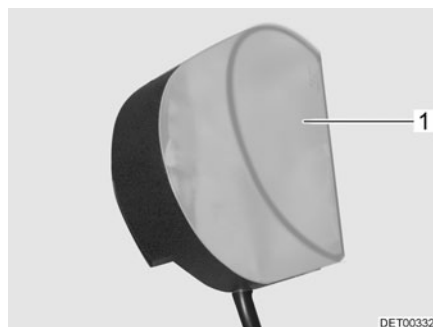

Fig. 237 Eclairage de la penderie
- Enfoncer légèrement le couvercle de la lampe (Fig. 237,1) et le retirer.